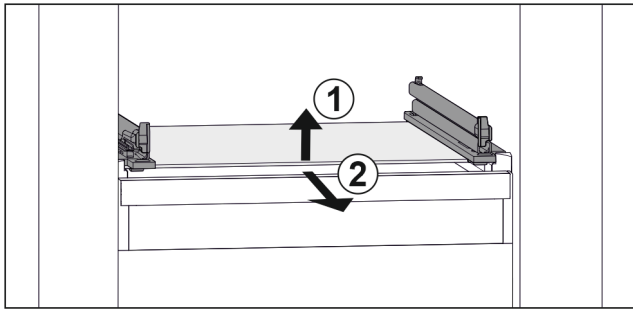

Fig. 98 Eksempel på fremstilling av glassplaten
- ▶ Løft opp glassplaten foran. Fig. 98 (1)
- ▶ Ta ut glassplaten fremover. Fig. 98 (2)